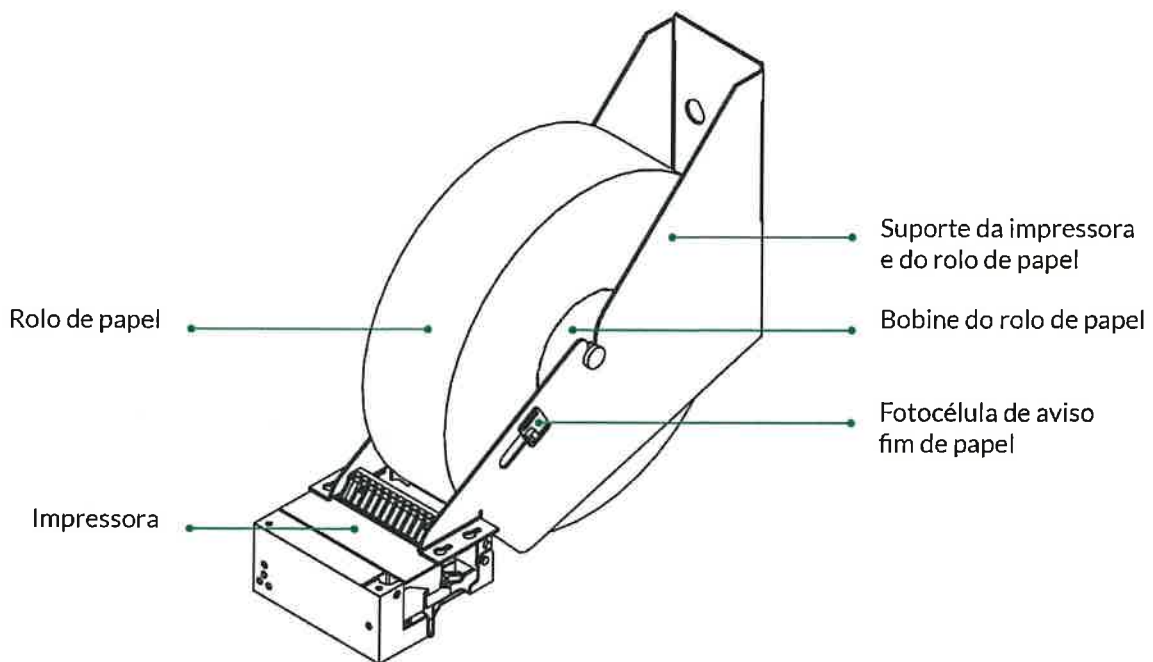

Figura 25 - Suporte da impressora e do rolo de papel (DES0006).
A impressora é responsável pela impressão dos *tickets* de estacionamento e pelos *tickets* de diagnóstico e/ou informação. Apresenta peças amovíveis que deverão ser manuseadas com precaução tendo especial atenção à cabeça de impressão que poderá estar a altas temperaturas após a impressão. Na Figura 25 é apresentado um esquema da impressora.
1. Aproximar a impressora do suporte de fixação conforme visível na Figura 25;
2. Colocar no suporte do rolo a fotocélula conforme a Figura 25;